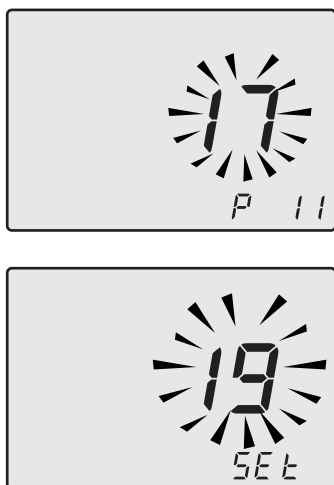

Рисунок 5.38
- При помощи кнопок 10 и 11 можно изменить значение параметра 11 с **00=0** сек. до **99=255** сек. (увеличение или уменьшение значения на единицу на дисплее соответствует 2,5 секундам). Например, 17=42 секундам. На дисплее поочередно сменяются надписи **P11 - SEt** (Рисунок 5.38).